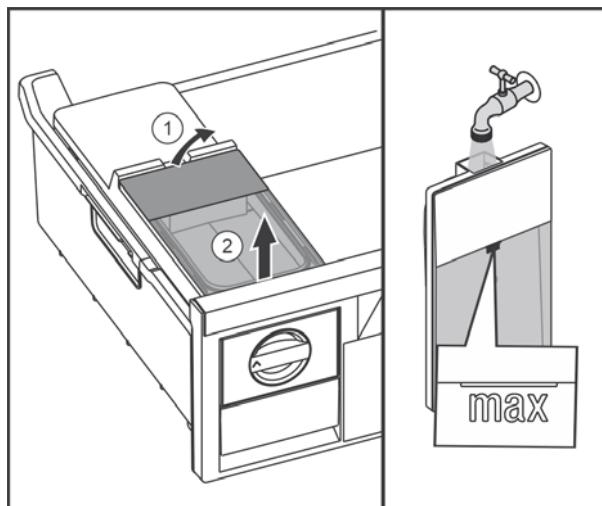

Fig. 37
- Поднять бак для воды сзади Fig. 37 (1) и извлечь движением верх Fig. 37 (2).